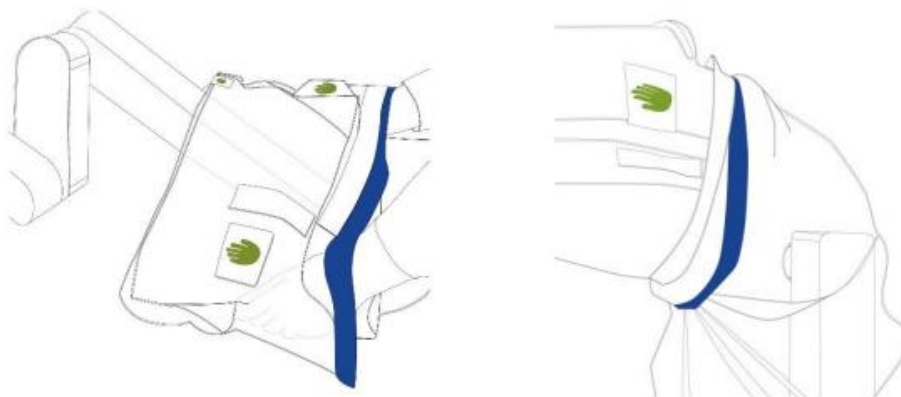

Figura 6.7 Instalação do Campo Estéril do Braço de Instrumentos
7. Coloque ambas as mãos dentro do punho largo do campo cirúrgico estéril, segure suavemente o campo cirúrgico com ambas as mãos e cubra o resto do braço robótico. (Figura 6.7).